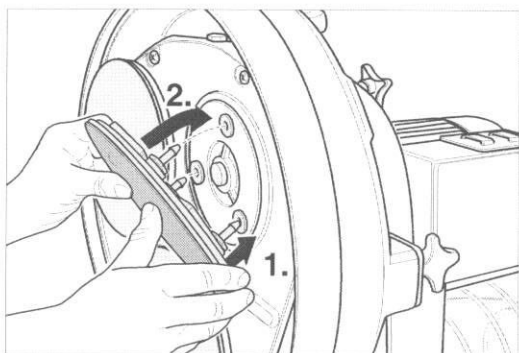

Fig. 8 Placez un boulon de fixation sur le rebord d'un support en caoutchouc et positionnez les autres boulons de fixation et enfoncez-les jusqu'à la butée.
- 6 Montez les disques souhaités en plaçant l'un des trois boulons de fixation sur le support en caoutchouc, en positionnant les deux autres boulons de fixation sur les supports en caoutchouc correspondants puis en enfoncez entièrement le disque jusqu'à la butée (fig. 8).